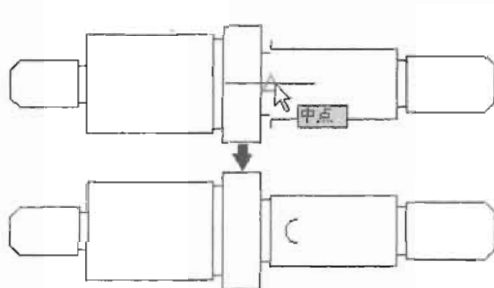

图 10-139
(8) 单击“绘图”工具栏中的“圆弧”按钮 , 绘制一段半径为 2.5mm 的半圆弧, 如图 10-139 所示, 命令执行过程如下。